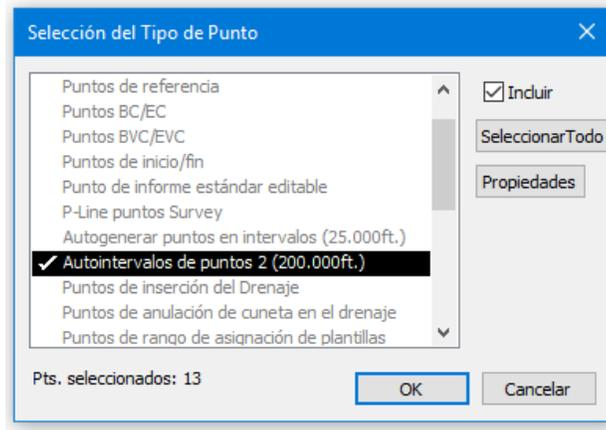

Figura 25-13: Selección de Tipo de Punto
8. Haga clic en el botón *Selección de Puntos* para abrir el cuadro de diálogo *Selección de Tipo de Punto*. Incluya *Auto intervalos de Puntos 2* (Figura 25-13). Haga <double-clic> o seleccione habilite la opción *Incluir*.